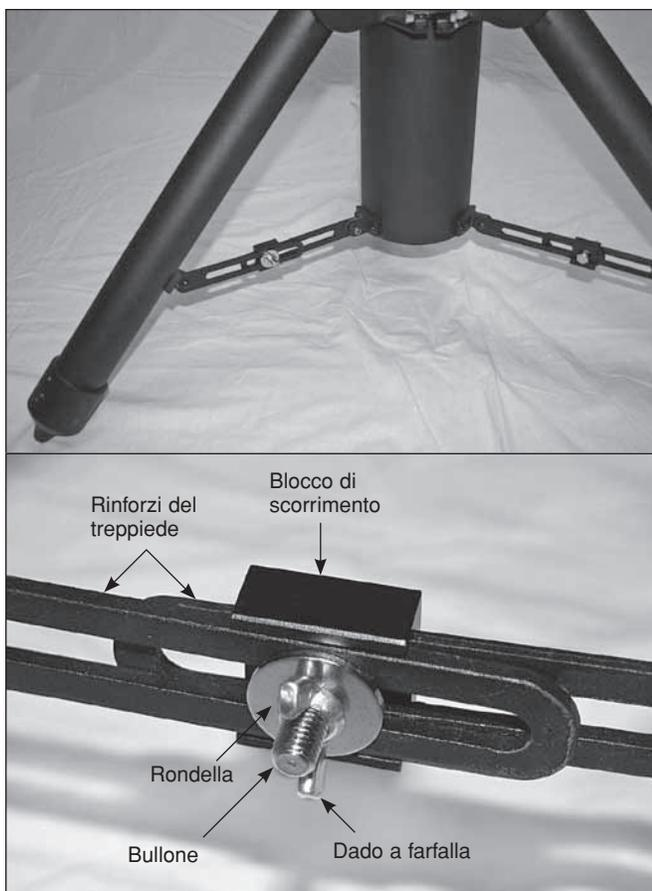

Figura 6. Bloccare i rinforzi del treppiede con l'hardware in dotazione come mostrato.
5. Bloccare i tre rinforzi del treppiede con i blocchi di scorrimento e la relativa ferramenta come mostrato in **Figura 6**. Serrare i dadi a farfalla.